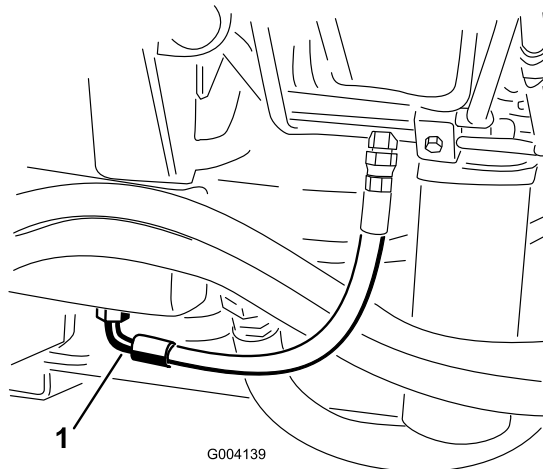

Figura 99
3. Coloque um recipiente de escoamento grande debaixo da união presa à parte de baixo do reservatório do fluido hidráulico (Figura 99).